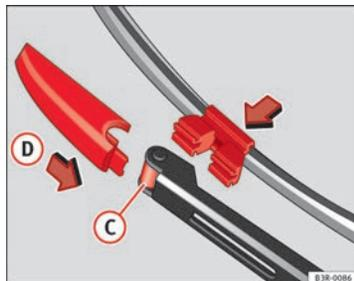

Fig. 176 Colocar la escobilla
- Coloque la escobilla nueva en el alojamiento del brazo del limpiaparabrisas ⇒ fig. 176 (C).
- Desplace el elemento de bloqueo de la escobilla en la dirección de la flecha (D) hasta que se perciba que encastra en el brazo del limpiaparabrisas.